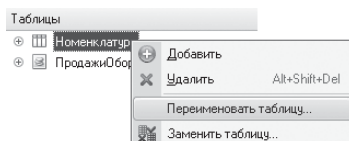

Рисунок 20.2- Переименование таблицы в запросе
Для этого выделим ее в списке Таблицы, вызовем ее контекстное меню и выберем пункт Переименовать таблицу (рисунок 20.2).
7. В список полей перенесем поля СпрНоменклатура.Ссылка и ПродажиОбороты.ВыручкаОборот из этих таблиц (рисунок 20.2).